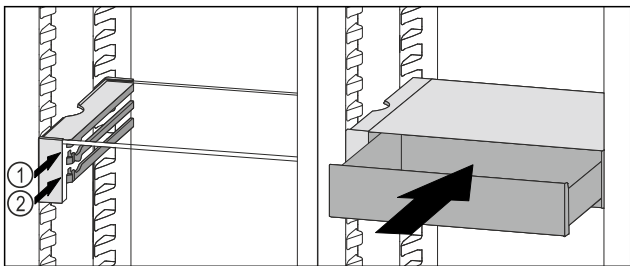

Fig. 94
- ▶ Установите выдвижной ящик VarioSafe за стопоры на требуемый выступ Fig. 94 (1) или Fig. 94 (2).